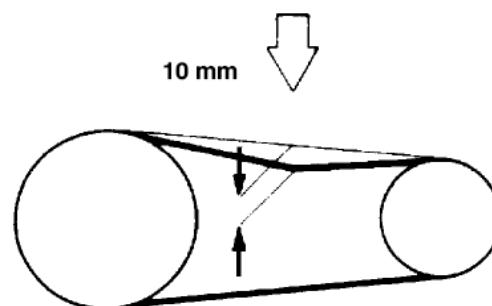

Рис.36. Проверка натяжения ремня
- Наилучшим натяжением для ременного привода является самое слабое, какое возможно, при этом ремень при полной нагрузке не проскальзывает. Грубая оценка такого натяжения – прогиб ремня на **10 мм** при надавливании на него пальцем между двумя шкивами (рис.36).
- Отрегулируйте положение двигателя, чтобы натяжение было правильным (Рис.36).